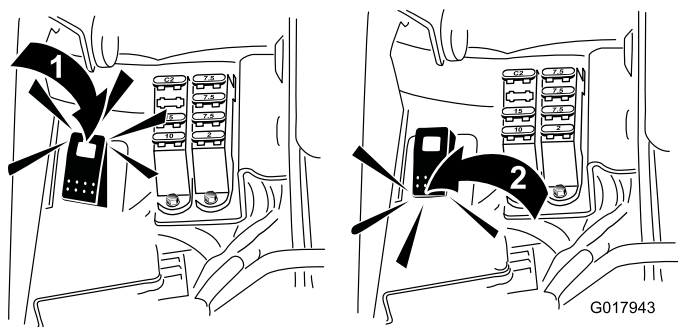

Figura 57
5. Ponga el interruptor de autoafilado en la posición de marcha atrás (R) (Figura 57).